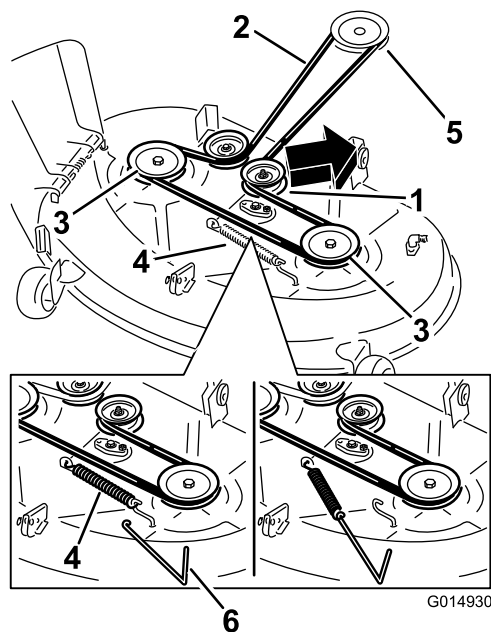
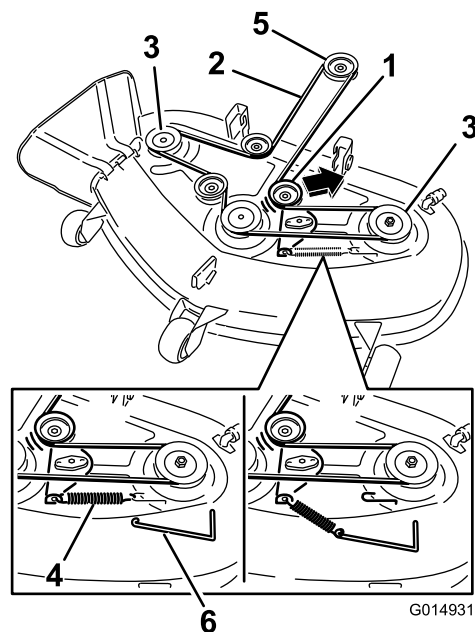

Figure 67
Figure 68
4. À l'aide d'un outil de dépose de ressort (réf. Toro 92-5771), décrochez le ressort du crochet sur le plateau pour éliminer la tension sur la poulie de tension et déchaussez la courroie des poulies (Figure 67 et Figure 68).
5. Acheminez la courroie neuve autour des poulies du moteur et du plateau de coupe (Figure 68).
6. À l'aide d'un outil de dépose de ressort (réf. Toro 92-5771), accrochez le ressort à l'ergot sur le plateau pour tendre la poulie de tension et la courroie de plateau de coupe (Figure 67 et Figure 68).